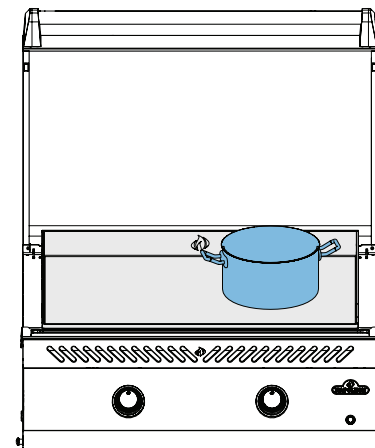

Fig. 3
- Gebruik de bakplaat om sauzen te smelten of op te warmen. Plaats potten of pannen aan de zijkant op laag tot middelhoge warmte. (Fig. 3)